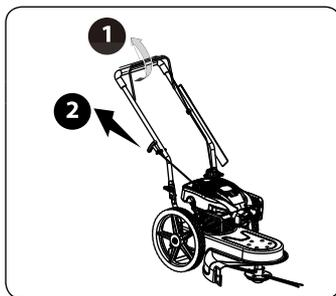

Figure 5-2.
1. Pressez une ou deux fois la pompe d'amorçage et abaissez le levier de commande. Voir la Figure 5-2① et tirez sur la corde de démarreur pour démarrer le moteur. Voir la Figure 5-2 ②